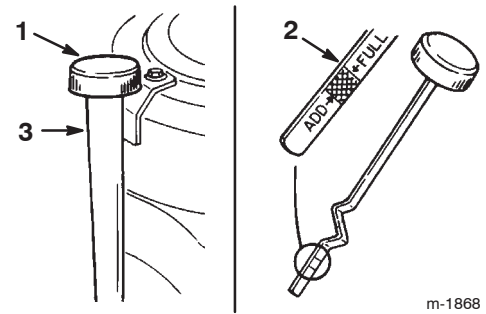

Bild 18
7. Reinigen Sie den Bereich um den Ölpeilstab herum (Bild 18), damit kein Schmutz in den Einfüllstutzen gelangt und so den Motor beschädigen kann.
8. Schrauben Sie den Ölpeilstab los und wischen Sie das Metallende ab (Bild 18).
9. Schrauben Sie den Ölpeilstab vollständig in den Einfüllstutzen (Bild 18).
10. Gießen Sie ca. 80% der angegebenen Ölmenge langsam in den Einfüllstutzen (Bild 18). Prüfen Sie den Ölstand; siehe „Prüfen des Ölstands“ auf Seite 23.